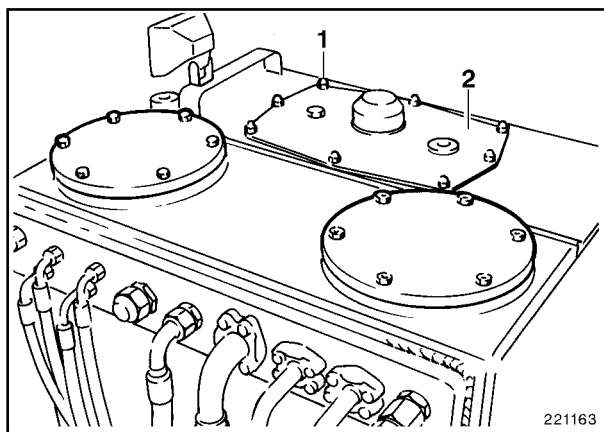

Fig. 13
- Soltar y retirar todas las tuercas (1, Fig. 13) y retirar la tapa (3).